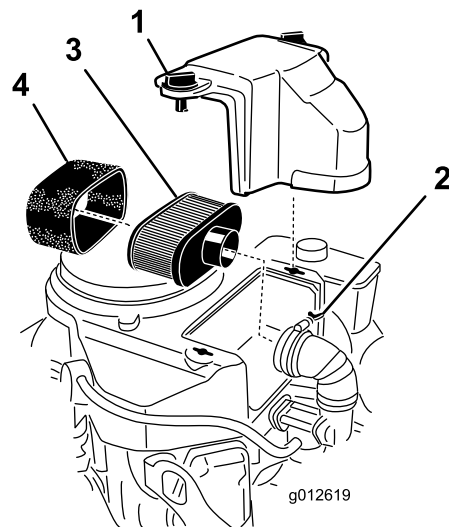

Bild 39
3. Reinigen Sie den Bereich um den Luftfilter herum, um zu verhindern, dass Schmutz in den Motor fällt und Schäden verursacht (Bild 39).
4. Lockern Sie die Handräder der Abdeckung und nehmen die Luftfilterabdeckung ab (Bild 39).
5. Lösen Sie die Schlauchklemme und entfernen Sie den Luftfilter (Bild 39).
6. Ziehen Sie den Schaumstoffeinsatz vorsichtig vom Papiereinsatz (Bild 39) ab.
1. Schieben Sie den Schaumeinsatz vorsichtig auf den Papierluftfiltereinsatz (Bild 39).
2. Schieben Sie den Luftfilter auf das Luftfilterunterteil oder den Schlauch und befestigen ihn (Bild 39).
3. Setzen Sie die Abdeckung des Luftfilters auf und ziehen Sie das Handrad der Abdeckung fest (Bild 39).